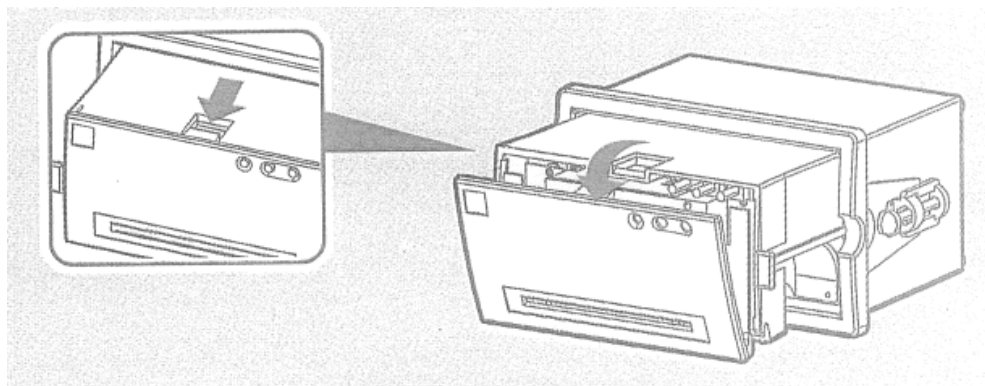

Figura 83
- B. Retire la impresora y presione hacia afuera el clip para quitar la cubierta frontal según se muestra en Figura 83.